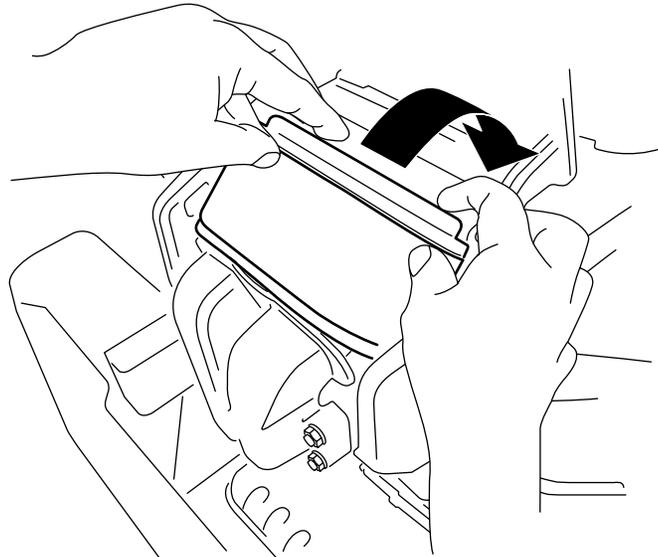

Figura 43
3. Ruotate il filtro nella camera e innestatelo completamente contro il collettore (Figura 43).